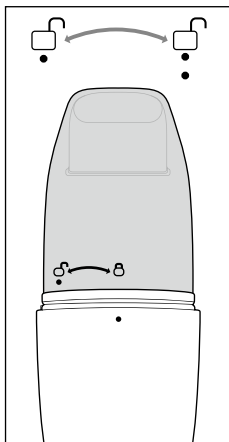

Abb. 6
1. Achten Sie beim Öffnen des Schmutzbehälters **3** auf die Markierungen ● unter dem □ -Symbol des Schmutzbehälters **3** und am Rand des Gerätes. Halten Sie das Gerät am Handgriff **9** und drehen Sie den Schmutzbehälter **3** bis die beiden Markierungen übereinander stehen (siehe Abb. 6).
6. Setzen Sie den Schmutzbehälter **3** wieder auf das Gerät. Achten Sie dabei darauf, dass die beiden Markierungen ● unter dem □-Symbol des Schmutzbehälters **3** und am Rand des Gerätes übereinander stehen (siehe Abb. 6). Drehen Sie den Schmutzbehälter **3**, bis sich die Markierung ● am Rand des Gerätes unter dem □-Symbol des Schmutzbehälters **3** befindet und der Schmutzbehälter **3** hörbar im Gerät einrastet.
7. Setzen Sie den Schmutzbehälter **3** wieder auf das Gerät. Achten Sie dabei darauf, dass die beiden Markierungen **●** unter dem -Symbol des Schmutzbehälters **3** und am Rand des Gerätes übereinander stehen (siehe Abb. 6). Drehen Sie den Schmutzbehälter **3**, bis sich die Markierung **●** am Rand des Gerätes unter dem -Symbol des Schmutzbehälters **3** befindet und der Schmutzbehälter **3** hörbar im Gerät einrastet.